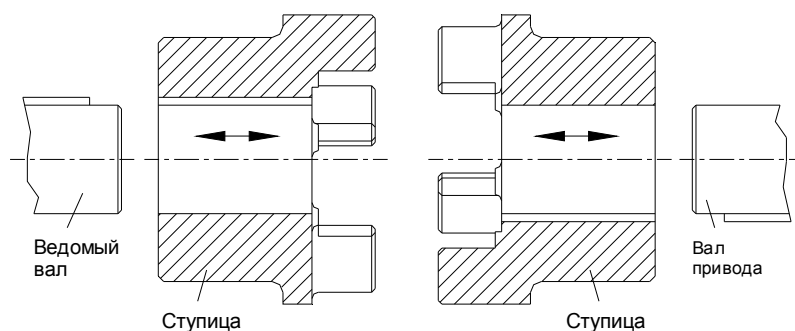

Рис. 10: Монтаж ступиц
- Установите ступицы на валах ведущей и ведомой стороны (см. рис. 10).